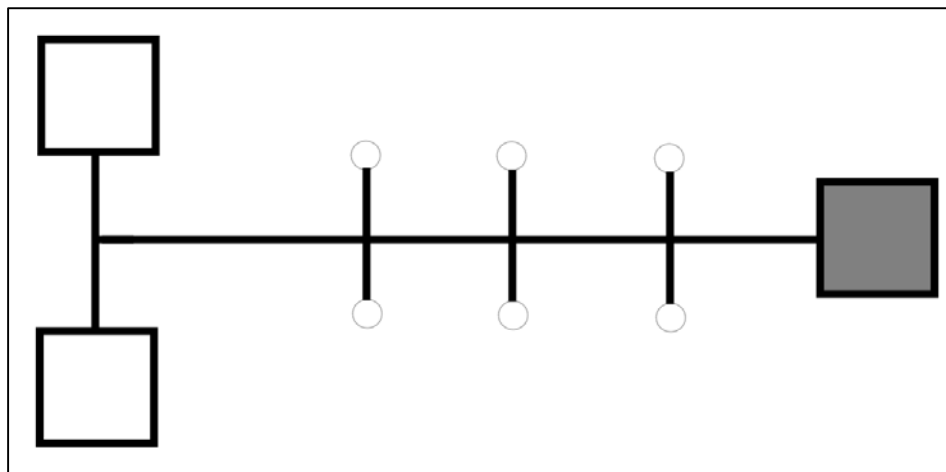

Рисунок 6. Схема игрового поля.
1. Размеры игрового поля 2000x1000 мм. Схема поля представлена на рис. 6.